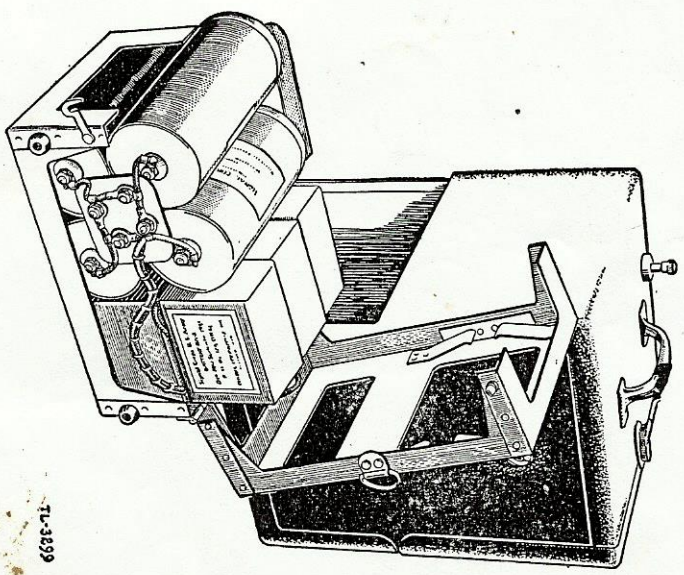

FIGURE 5.—Fréquencemètre BC-221-B (casier des piles chargé, avec couvercle levé pour montrer la construction).
10. Préparatifs d'emploi.—*a.* Casier des piles.—La porte du compartiment des piles à la partie inférieure arrière du coffret, est fermée par 2 petits loquets. On les ouvre en les faisant tourner d'un demi-tour (dans le sens inverse de celui des aiguilles d'une montre) au moyen d'un tournevis ou d'une pièce de monnaie. Le casier se trouve à l'intérieur de ce compartiment. On peut l'en retirer aisément au moyen de l'anneau qu'il porte au sommet, sans détacher le câble (voir figures 5 et 6). Le couvercle du casier est monté sur des charnières d'un côté et tenu en place, du côté opposé par 2 crochets. Ces crochets enlevés, le casier s'ouvre facilement.